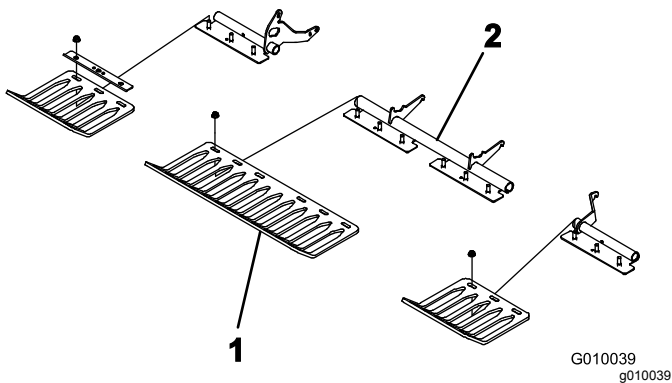

Bild 25
4. Befestigen Sie die Rasenschutzvorrichtungen mit 4 Rasenschutzklemmen und 12 Bundmuttern lose an den Halterungen der Rasenschutzvorrichtung (Bild 25). Ziehen Sie die Bolzen nicht fest.
Hinweis: Rasenschutz-Klemmen und Bundmuttern sind ab Werk an den Halterungen für den Rasenschutzvorrichtung befestigt (Bild 25).